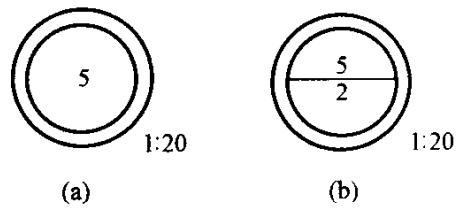

图 1-12 详图标志
(3) 详图的标志。详图的标志用双圆表示，外细内粗，内圆直径一般为 14mm，外圆直径为 16mm，详图比例应该写在详图索引标志的右下角，如图 1-12 所示，(a) 表示 5 号详图在被索引的图纸内，详图的比例为 1:20；(b) 表示 5 号详图在 2 号图纸上。